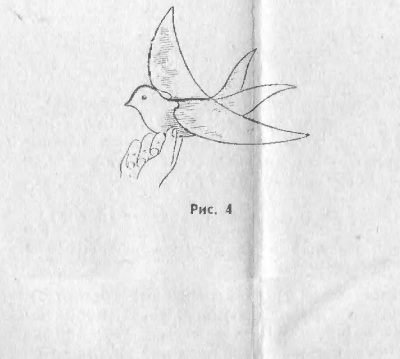

Рис. 4
**Бумажный голубь.** Эту летающую игрушку (рис. 4) для лагерных праздников и карнавалов сделать нетрудно.